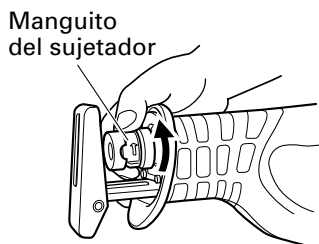
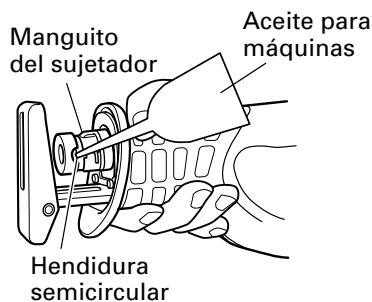

Fig. 7
Fig. 13
- (2) Gire el manguito del sujetador en la dirección de la flecha indicada en la Fig. 7 y marcada en el mismo. Si gira el manguito del sujetador hasta la mitad conseguirá asegurarlo automáticamente. (Fig. 7).
- (2) Después de haber girado el mango del sujetador en la dirección de la flecha mostrada en la Fig. 7 y de asegurarlo, gire la hoja de manera que quede dirigida hacia abajo. La hoja debe caer por su propio peso. Si la hoja no cae, extráigala con la mano.
- (1) Después de utilizar la sierra, elimine el aserrín, el polvo, la arena, la humedad, etc. con aire o con un cepillo, etc. para asegurarse de que la montura de la hoja funciona suavemente.
- (2) Periódicamente lubrique la montura de la hoja de sierra con aceite para metales a través de la abertura hendidura semicircular, con el mango del sujetador girado en la dirección de la flecha indicada en la Fig. 7. (Fig. 13)